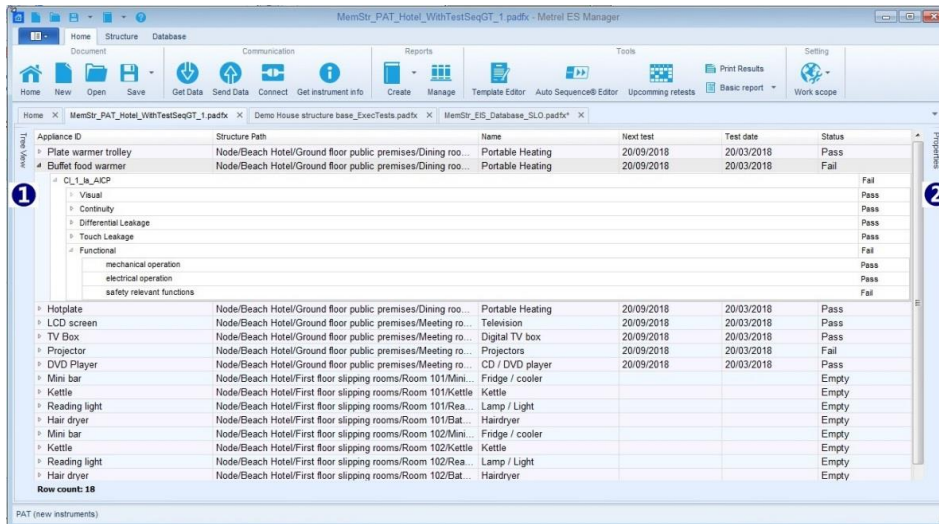

Abbildung 6.14: Benutzerarbeitsbereich mit abgedocktem und ausgeblendetem Fenster Baumansicht und Eigenschaften
- **Baumansicht und Eigenschaftsfenster ausblenden und abkoppeln:** Klicken Sie mit der linken Maustaste auf die Schaltfläche (⊞) in der linken oberen Ecke des Fensters, um das Fenster abzukoppeln. Am Bildschirmrand erscheint ein schmaler vertikaler Streifen mit dem Fensternamen, links der Streifen für die Baumansicht, rechts der Streifen für die Eigenschaften, siehe (1) und (2) in **Abbildung 6.14**. Aufeinanderfolgende Klicks auf den Fensterstreifen im Namensbereich blenden das Fenster aus oder ein. Um das Fenster wieder anzudocken, klicken Sie auf die Schaltfläche (⊞).